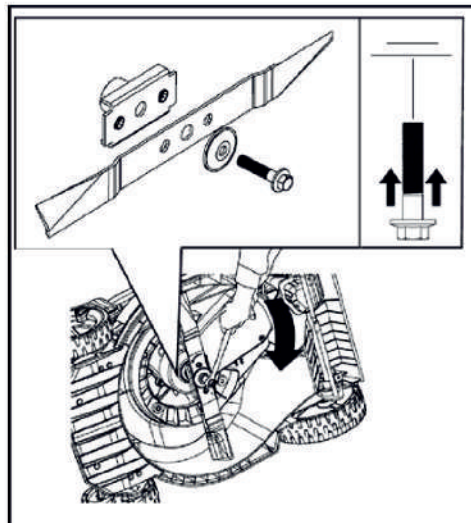

Рис. 20
3. Удерживая нож, открутите болт крепления ножа против часовой стрелки (Рис. 20)